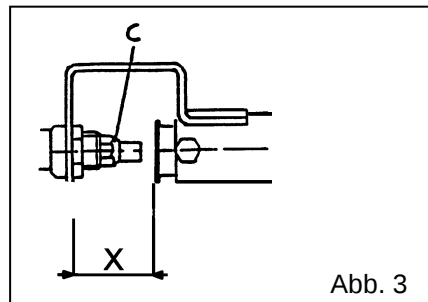

Abb. 3
4.2 Einstellung der primärluf (Abb. 3)